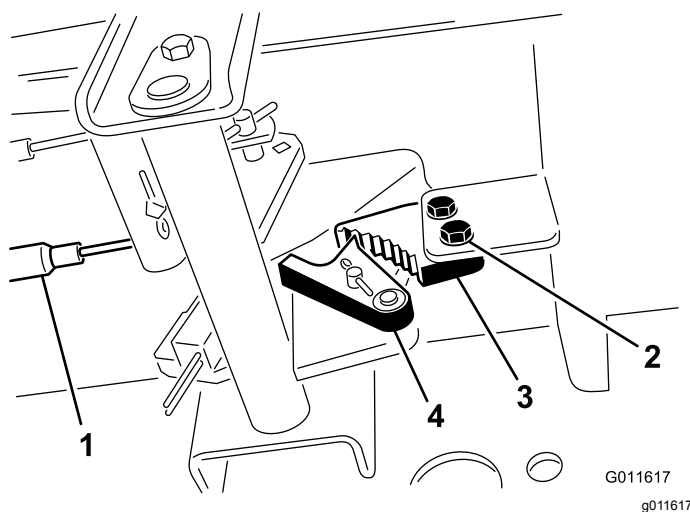

Figura 88
1. Afloje los 2 tornillos que fijan el trinquete del freno de estacionamiento al bastidor (Figura 88).
2. Pise el pedal del freno de estacionamiento hacia adelante hasta que la uña se engancha a fondo en el trinquete del freno (Figura 88).